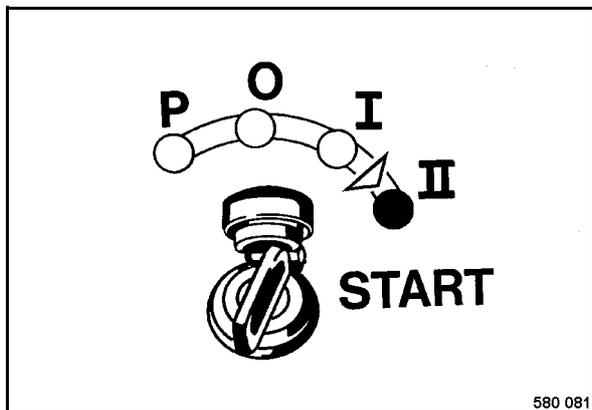

Рис. 93
- Повернуть ключ зажигания (Рис. 93) в положение „II“, запуск двигателя.